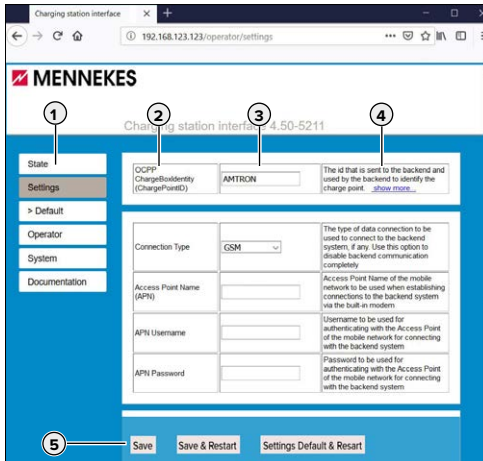

Afb. 21: Selectiepagina: master - slave
- ➔ “Afb. 21: Selectiepagina: master - slave”